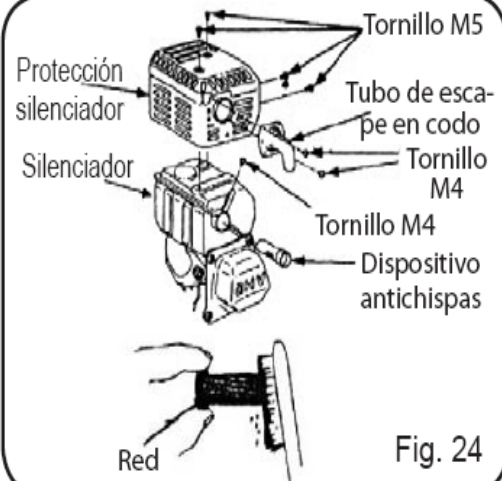

Fig. 24
a) Desatornille las dos tuercas M4 y quite el tubo de escape en codo del cuerpo del motor (Fig. 24).